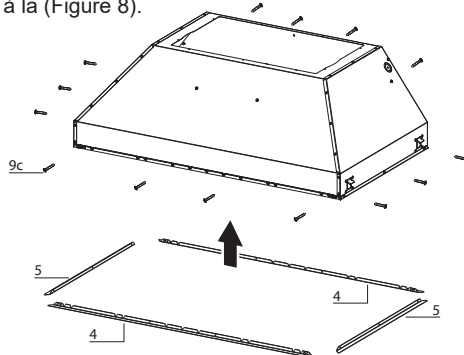

FIGURE 8
2. Retirez la protection blanche de plastique et installez les 4 pièces de garniture des côtés (4-5) sur l'extérieur de la hotte à l'aide des 14 vis (9c). Consultez le schéma d'installation des garnitures à la (Figure 8).